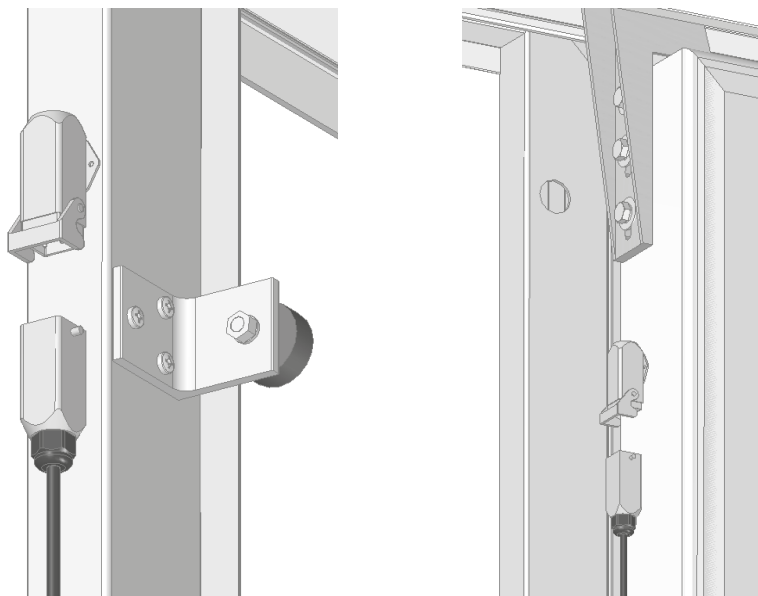

Fig. 15
- Lo spinotto fissato sul telaio con quello in uscita dal motore per il collegamento delle fotocellule (Fig. 15).